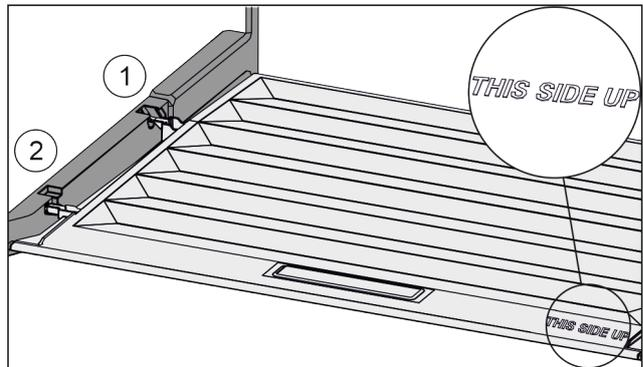

Fig. 64
- ▶ Deckelstege über Öffnung der hinteren Halterung Fig. 64 (1) einführen und vorne in Halterung Fig. 64 (2) einrasten.